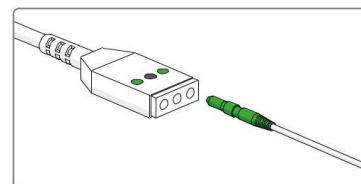

Figure 18. Connectez le câble pansement au câble principal
3. Insérez la fiche verte du câble pansement dans l'une des prises du connecteur du câble principal marquées d'un point vert, voir Figure 18. (Il est possible de connecter jusqu'à deux électrodes pansement.)